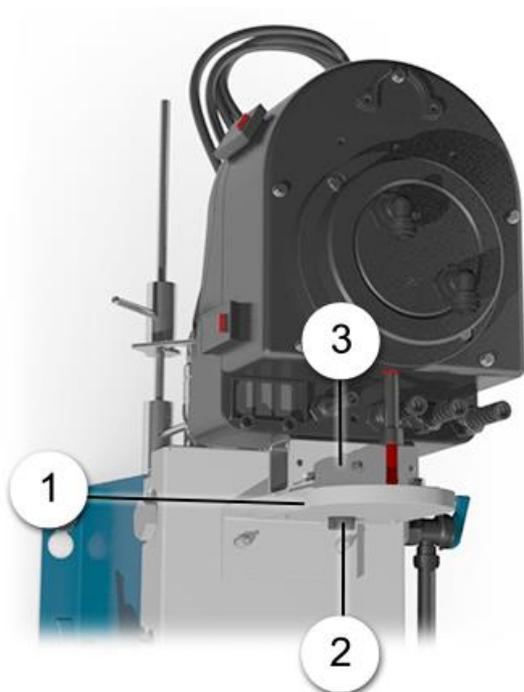

Abbildung 20: Photometer auf Dockingstation befestigt
2.	Das Photometer aus der Messposition entfernen und auf der Dockingstation (Abbildung 20, Position 1) positionieren. Dabei die Einfräsung beachten (dunkel gefärbte Fläche).
3.	Das Photometer mit Rändelschraube (Abbildung 20, Position 2) auf der Dockingstation befestigen.